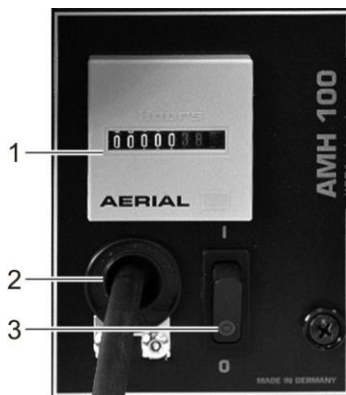

Abb. 2: Bedientableau AMH 100
1. Schalten Sie das Gerät am Ein- / Aus-Schalter (Abb. 2, Pos. 3) aus.